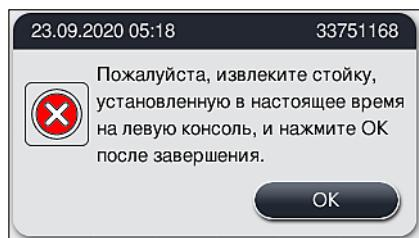

Рис. 131
- Подтвердите нажатием **OK** (→ "Рис. 131").